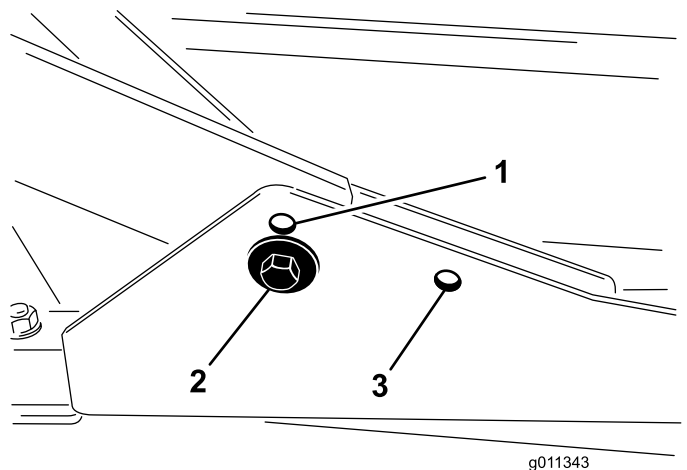

Figura 16
1. Para alturas de corte en el intervalo de 2 a 7,6 cm (3/4 a 3 pulgadas), los bastidores de tiro delanteros deben montarse en los taladros de montaje delanteros inferiores (Figura 16).
2. Para alturas de corte en el intervalo de 6,3 a 10 cm (2-1/2 a 4 pulgadas), los bastidores de tiro delanteros deben montarse en los taladros de montaje delanteros superiores (Figura 16).
Para todas las alturas de corte, la carcasa de corte trasera debe montarse en los taladros de montaje traseros (Figura 16).